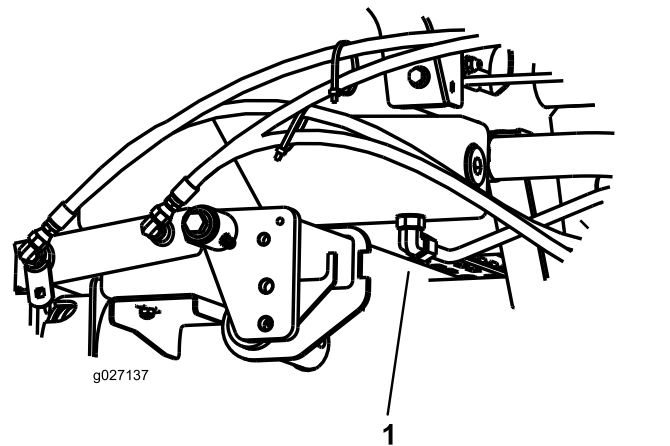

图72
3. 在液压油箱底部安装的接头下面放置一个大放油盘 图72。